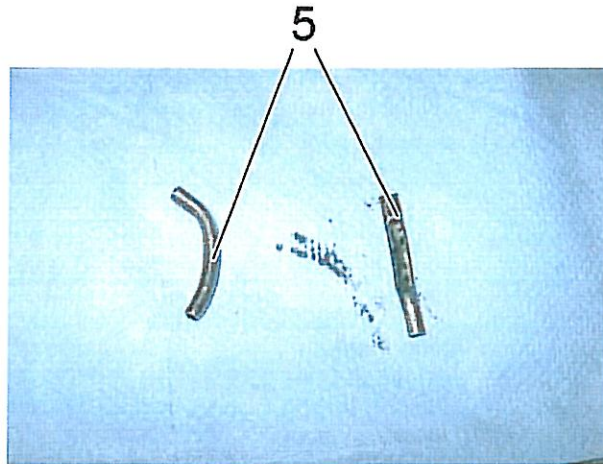

Bild 3 / Fig. 3
2. Das abgelassene Motoröl nach abgebrochenen Kolbenkühlöfen durchsuchen. Siehe Bild 3.
5. Durch die Öffnung des Vorabscheiders mit einem flexiblen Boroskop nach abgebrochenen Kolbenkühlöfen suchen. Siehe Bild 3.
2. Check the drained engine oil for broken piston cooling nozzles. See Fig. 3.
8. Search for broken piston cooling nozzles through the opening using a flexible magnet. See Fig. 3.
5. Search for broken piston cooling nozzles through the opening of the pre-separator using a flexible borescope. See Fig. 3.